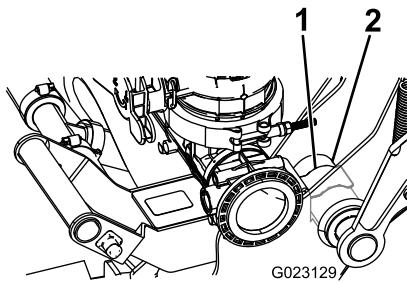

Bild 23
- D. Drücken Sie, bis der Federclip über dem Schwenkrohr einrastet, wie in Bild 23 abgebildet.